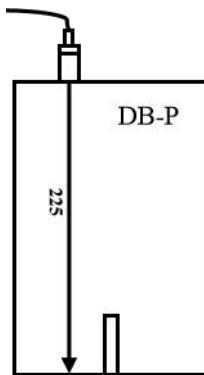

图 4.1 直探头自动校准时探头放置区域
①物品准备：KODIN 6A-UT 智联型超声波探伤仪、直探头（2.5P20）、探头线、DB-P（Z20-2）试块、耦合剂（如机油、化学浆糊）等。
②开启本仪器，点击进入探伤软件【KODIN 6A-UT】。
③通过探头线将直探头连接到仪器的探头接口上。
④取适量耦合剂均匀涂覆在 DB-P 试块表面上的待测区域。
⑤进入参数设置界面，根据工作需要，选择通道并输入阻抗匹配、脉冲宽度、发射电压、工作方式、探头类型、工作频率、探头规格和检波方式等多个参数值。
①将直探头放置于 DB-P 试块的上表面待测区域（如图 4.1 所示），通过微调探头位置，获得较稳定的回波，按住并保持不动，直至自动调校完成。